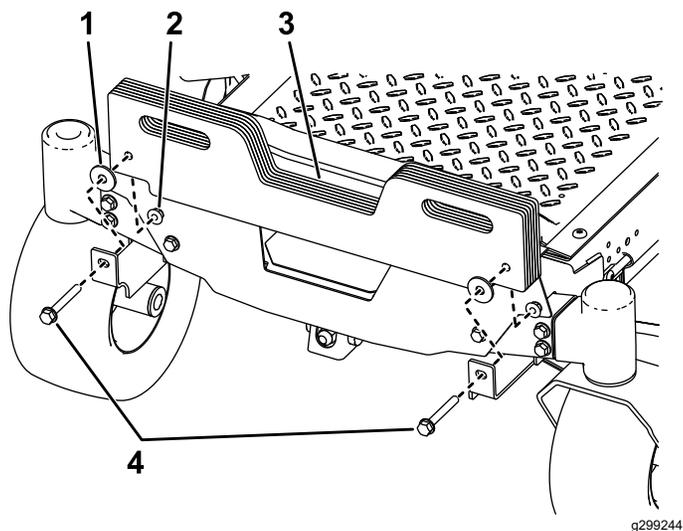

Рисунок 13
5. **Только для машин, оборудованных травосборником:** установите прилагаемые дополнительные грузы с ручкой на машину с помощью 2 болтов (3/8 x 3-3/4 дюйма), если необходимо, в соответствии с таблицей ниже (Рисунок 13).